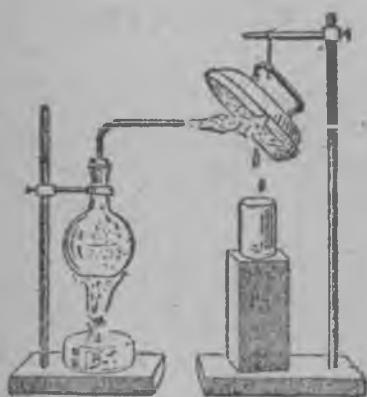

Рис. 207. Хўрүн конденсация.
37. Хбүрүн конденсация. Если вези хбүрү струя түбндия вилух предметтäх (рис. 207), то хбүрү мууттуу веекси. Хбүрүн жидкостикси мууттумиста санотах хбүрүн конденсациккси.